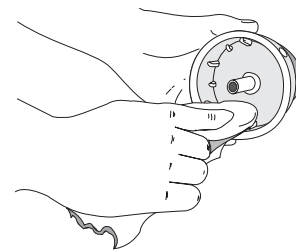

Fig. 25
4. Use un paño limpio para limpiar el carrete interior, el resorte, el eje y la bobina exterior (Fig. 25).